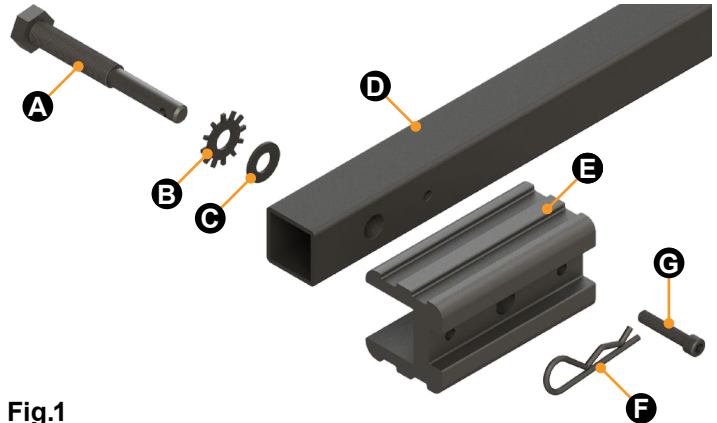

Fig.1
2. Placer la rondelle à dents (**Fig.1B**), puis une rondelle plate (**Fig. C**) sur la tige d'attelage filetée NoMotion (**Fig.1A**). Insérer ensuite la tige dans le receveur de l'attelage et dans le trou fileté plus large du tube (**Fig.1**). La rondelle plate protégera la peinture du receveur de l'attelage.